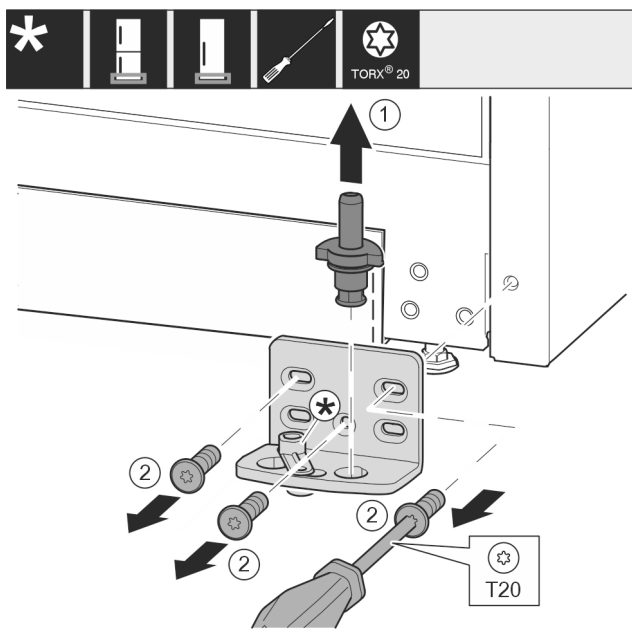

Fig. 15
- Lagerbout Fig. 15 (1) volledig naar boven toe wegtrekken.
- Schroeven Fig. 15 (2) met schroevendraaier er uit draaien en het lagerboks wegnemen.